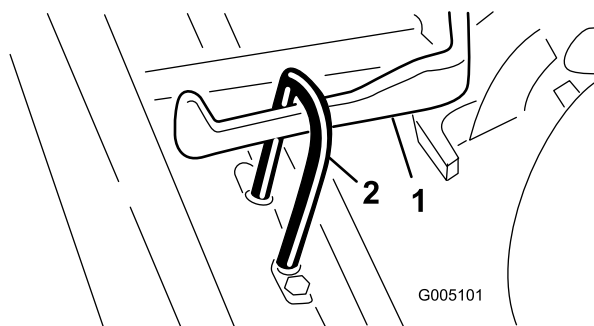

Figura 9
3. Deslice la unidad de corte por debajo del bastidor de tiro mientras engancha el gancho de elevación en el brazo de elevación (Figura 9).